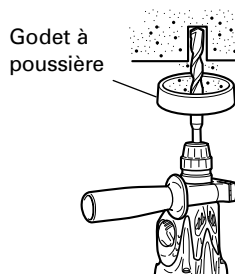
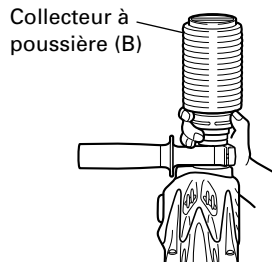

Fig. 4
Fig. 5
7. Lors de l'installation de la capuchon à poussière ou du collecteur de de poussière (B) (accessoires en option) (Fig. 4, Fig. 5)
Utiliser la capuchone à poussière en la fixant au foret comme montré dans la Fig. 4.
- Pose du collecteur à poussière (B)
Lors de l'utilisation du collecteur à poussière (B), l'insérer par le bout du foret en l'alignant avec la rainure sur la poignée (Fig. 5).